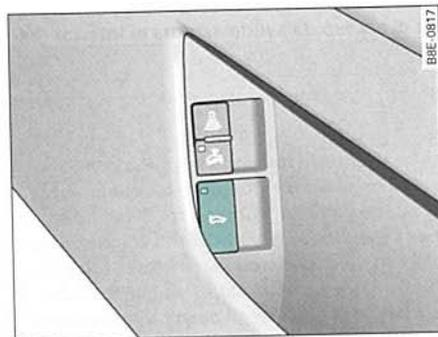

Fig. 51 Puerta del conductor: Desbloquear el portón trasero
- Pulse la tecla central  en la llave de control remoto o la tecla\*  en la puerta del conductor ⇒ página 58, fig. 51. El portón trasero se abre.